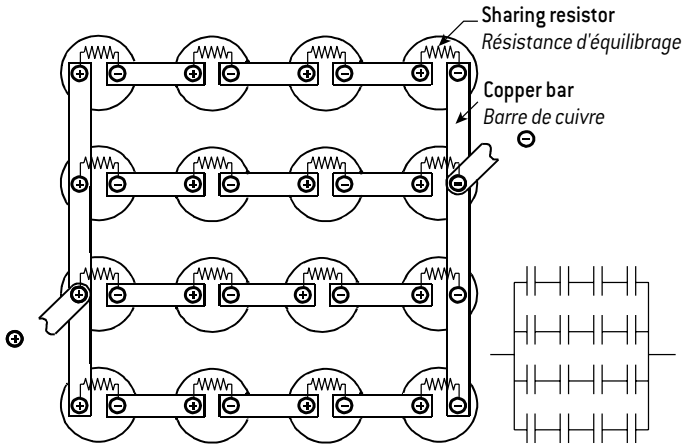

Fig. 1
- single balanced connecting (Fig. 1)
- montage à équilibrage simple (Fig. 1)